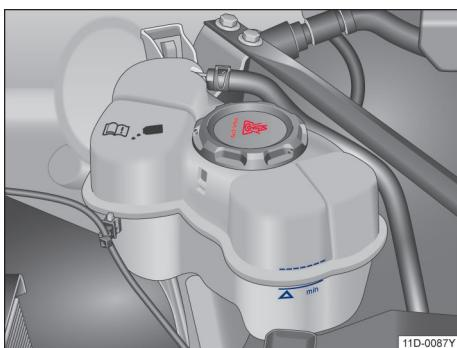

图 143 冷却液补偿容器上的液位标记
- 电驱动装置处于冷态时检查冷却液液位是否处在补偿容器侧面的标记范围内。**→ 图 143**